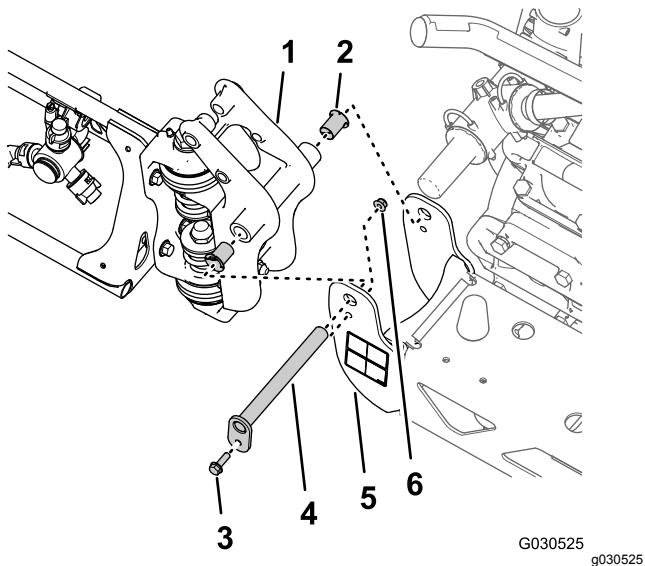

Bild 42
der Lagerbolzen an der Schwenkhalterung befestigt ist (Bild 42).
2. Entfernen Sie den Lagerbolzen aus der Schwenkhalterung für den mittleren Sprühabschnitt und das Drehzapfen-Anschlussstück für den äußeren Sprühabschnitt (Bild 42).
3. Trennen Sie den äußeren Sprühabschnitt vom mittleren Sprühabschnitt und nehmen Sie den äußeren Abschnitt von der Maschine ab (Bild 42).
4. Entfernen Sie die zwei Nylonbundbüchsen aus dem Drehzapfen-Anschlussstück des äußeren Sprühabschnitts (Bild 42).